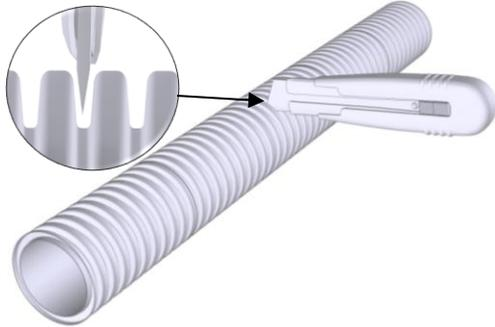

Abb. 7 Ablängen des Rundrohrs mit einem Cutter-Messer
- ✓ Das Ablängen stets nur in einem Wellental, rechtwinklig zur Rundrohrachse vornehmen. Hierbei keinen Steg überspringen (siehe Abb. 7)